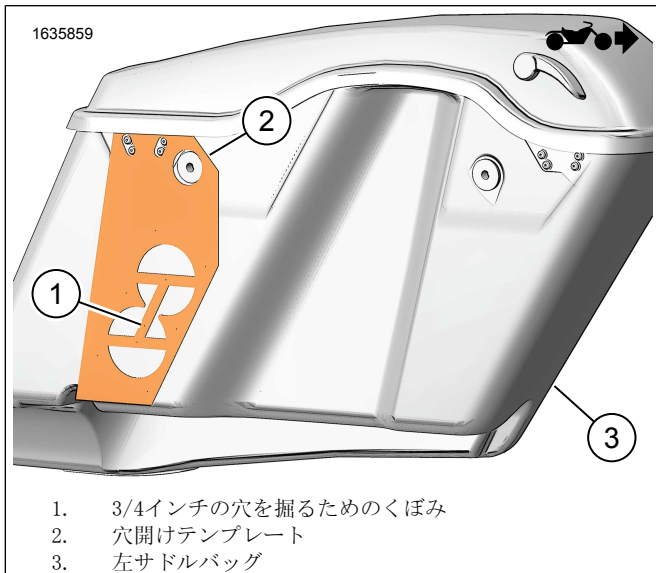

図3。左サドルバッグ
4. 図3左サドルバッグ(3)にドリルテンプレート(2)を配置します。